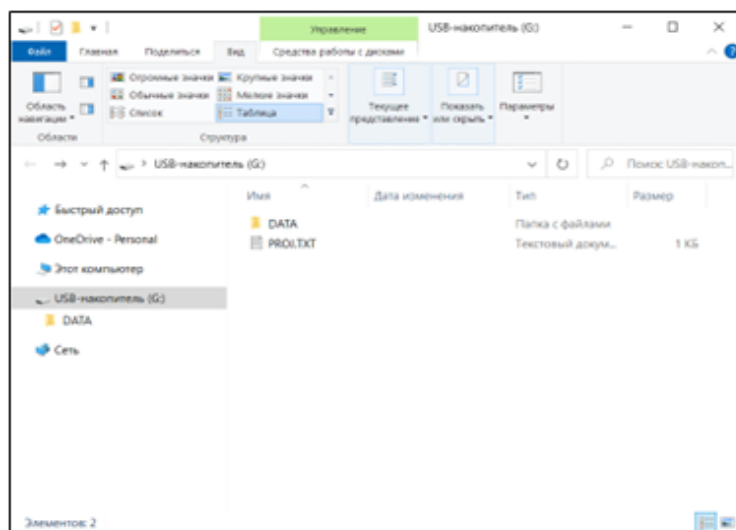

Рисунок 42 – Внешний вид корневой папки пульта
1. Выполните подключение пульта SmartQuantumMag к ПК с помощью кабеля USB (Рисунок 41). Прибор определится в виде USB-накопителя, на экране компьютера появится окно с папкой и данными (Рисунок 42). На дисплее пульта будет отображаться сообщение «USB Mass storage...».
1. Выполните подключение пульта SmartQuantumMag к ПК. После определения компьютером пульта в виде USB-накопителя, на экране компьютера появится окно с папкой и данными (Рисунок 42), хранящимися на ПУ, а на дисплее ПУ будет отображаться сообщение «USB Mass storage...».